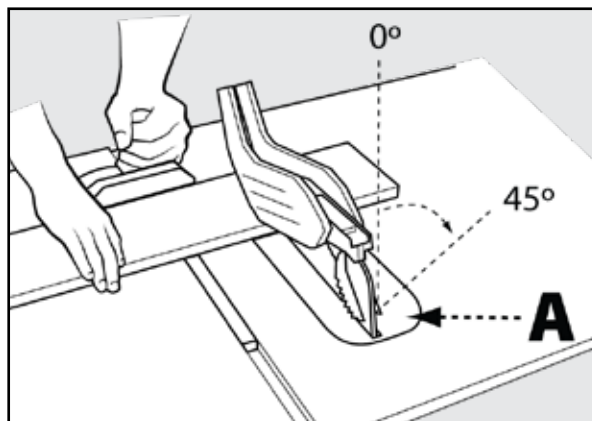

FIGURA 30
El corte transversal biselado es igual al corte transversal excepto que el ángulo de biselado (A) se ajusta a un ángulo distinto a 0°. Cuando realice un corte transversal biselado, coloque el medidor de inglete en la ranura de inglete derecha de modo que la hoja se incline lejos de la galga y las manos. Consulte la Figura 30.